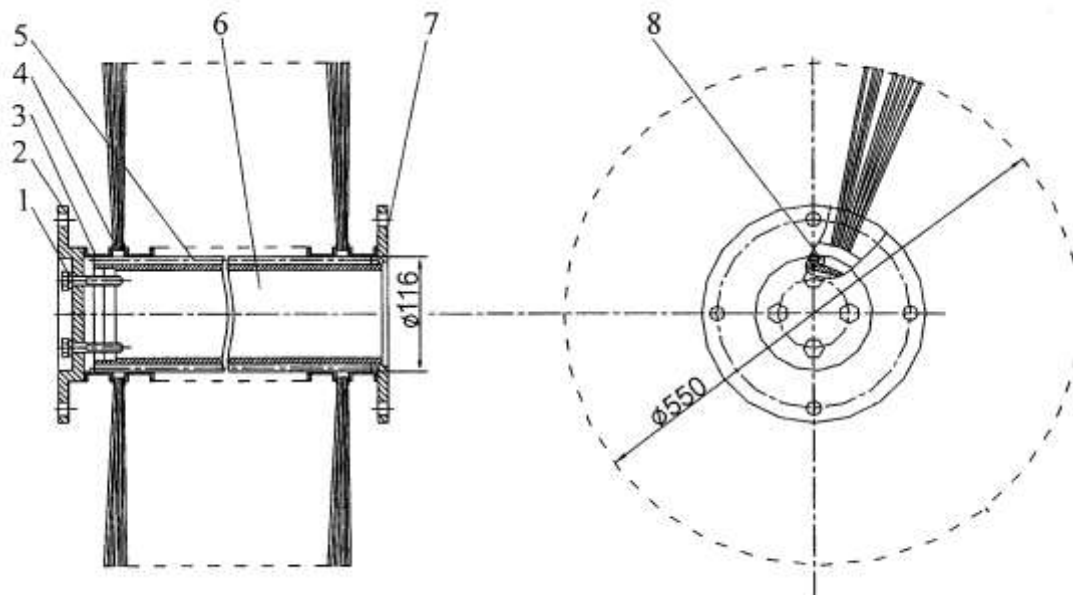

Рисунок 3 – Щетка
Щетка (рисунок 3) состоит из барабана 6 и дисков 4 с ворсом.
- отсоединить ось 25 и цапфу 21 (рисунок 2) от фланцев 2 и 7 (рисунок 3) и снять щетку;